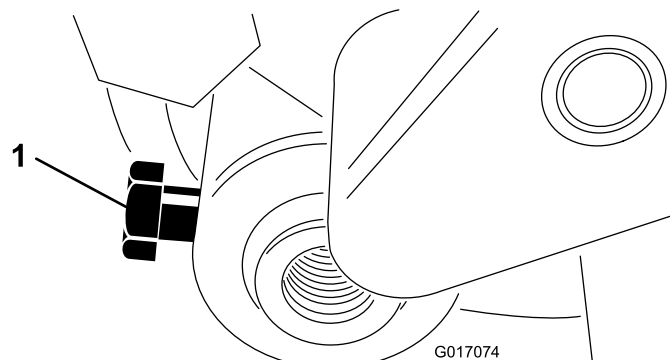

図 28
3. ローラシャフトを刈高アームに固定しているボルトをゆるめる 図 28。